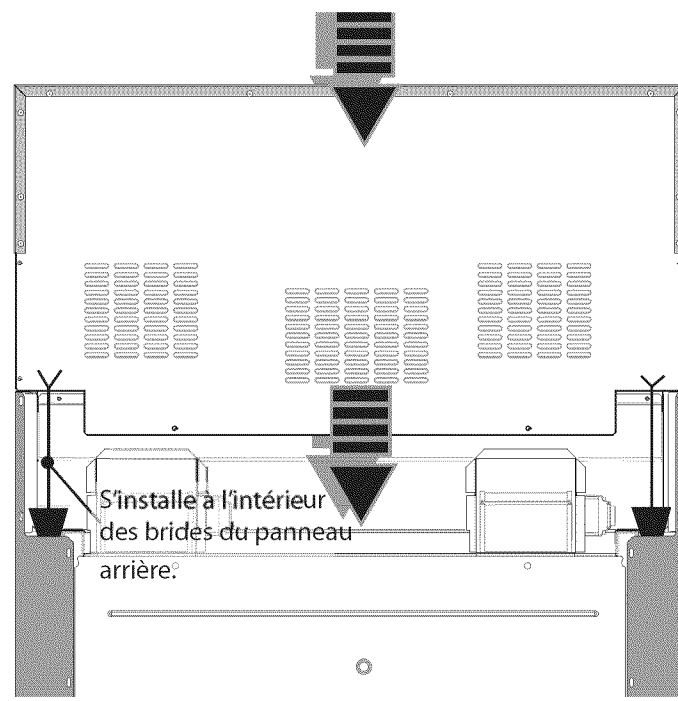

Figure 24 : Installation du dossieret
3. Alignez le panneau arrière du nouvel accessoire avec les brides des coins arrière droit et gauche des panneaux latéraux de la cuisinière. Le dossieret s'insère dans les canaux de guidage situés à l'arrière de la cuisinière (Figure 24).